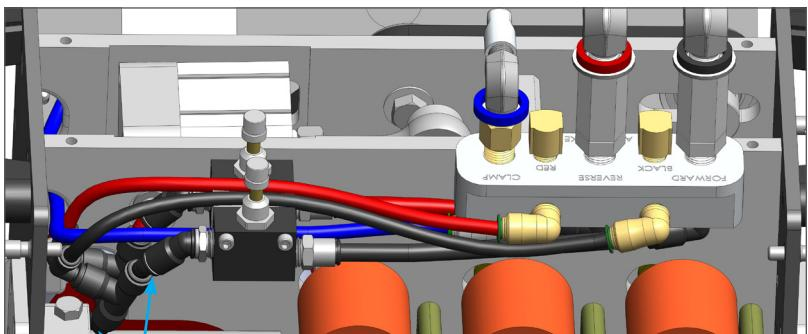

FIGURA 3
2. Desconecte os três tubos da parte inferior do bloco manifold (**Figura 2**) e remova os 2 parafusos sextavados com chave soquete ou de boca 7/16. Remova e reserve as 3 conexões JIC e desconecte os 3 tubos pneumáticos da parte inferior do Bloco Manifold Pneumático. Descarte o bloco manifold retirado. (**Figura 3**)
2. Utilizando as conexões Tê, conecte os tubos preto e vermelho entre o bloco manifold e as conexões do lado esquerdo dos controles de vazão. Conecte a outra extremidade das conexões Tê à extremidade da mangueira cortada. Os tubos vindos do bloco manifold devem ser dispostos por entre os manípulos dos controles de vazão. (**Figura 3**)